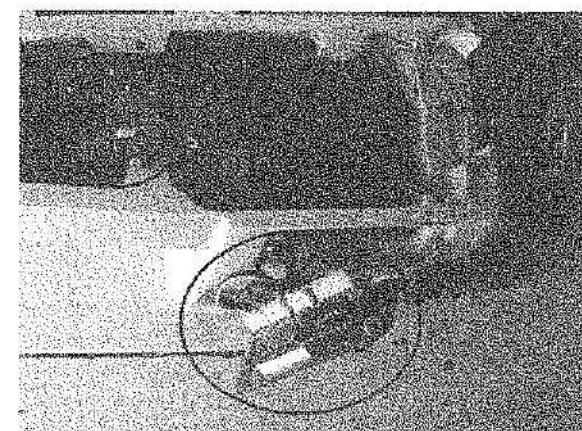

Рис. 2 Основные компоненты машины
A. Составляющие компоненты (рис. 2):